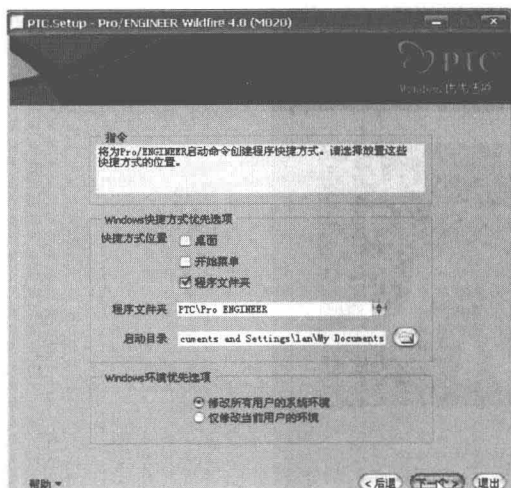

图 1-20
(13) 系统弹出如图 1-20 所示的对话框, 可以配置 Windows 各选项, 按【下一个】;